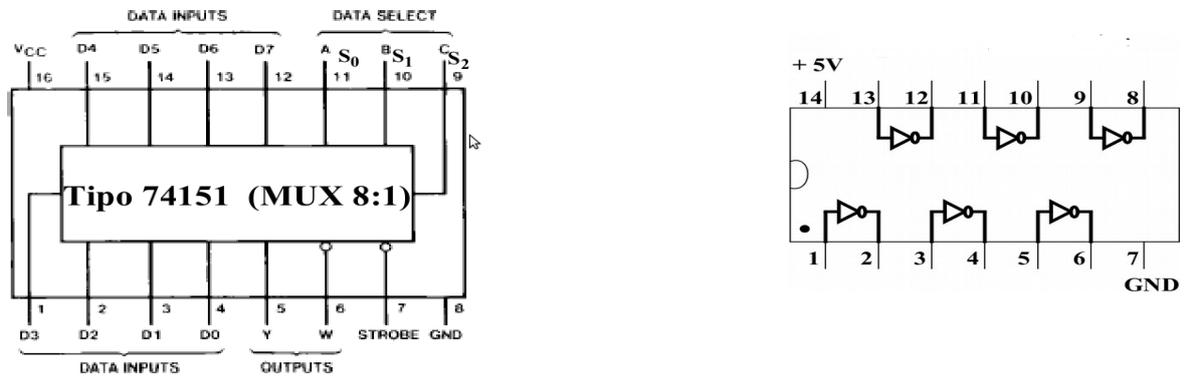

Figura 3. Plantilla para montaje
De esta manera sabemos los valores que hay que conectar a las entradas de datos del MUX. El circuito resultante se muestra en la figura 3.
1. A partir del circuito de la figura 3 obtenga la onda de salida si $a_1a_0b_1 = 000$ y b_0 es una onda cuadrada.
- Indique las conexiones realizadas sobre la la plantilla de la figura 3. indique claramente dónde va a colocar entradas y salida y cómo conectará los circuitos. No olvide fijar a 5V y 0V las entradas VCC y GND de ambos circuitos. Tenga en cuenta que el mutiplexor tiene una señal de habilitación activa en bajo denominada STROBE que deberá conectar a tierra.